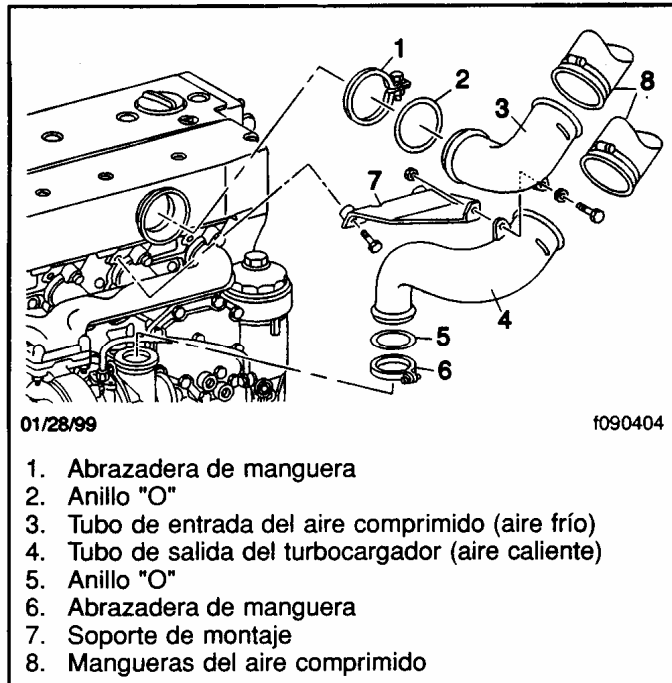

Figura 4. Tubería del aire comprimido.
3. Desensamble y limpie la tubería del aire comprimido entre el turbocargador y el postenfriador. **Vea la Figura 4.**